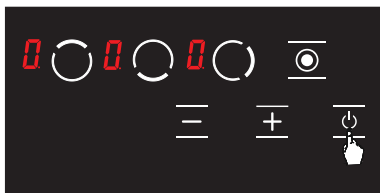

Рисунок 8
1. Нажмите кнопку, чтобы включить варочную панель. (см. Рисунок 8)